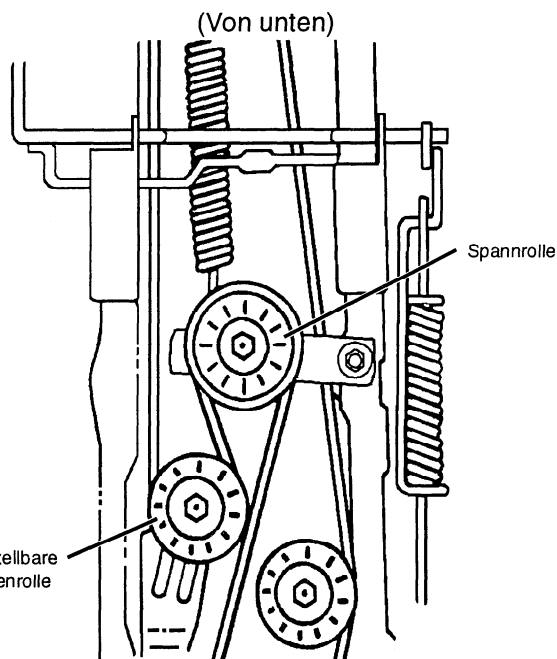

ABBILDUNG 40
- Vorsichtig größere Spannrolle nach hinten ziehen, bis der Riemen von der einstellbaren Kettenrolle entfernt werden kann. Anschließend langsam Spannrolle freigeben (siehe Abbildung 40).